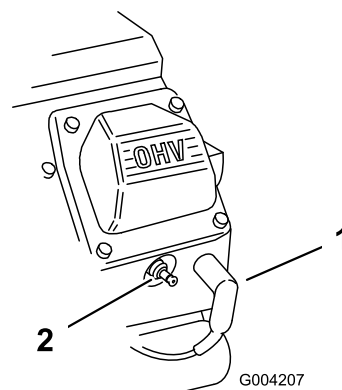

Figura 32
3. Desconecte los cables de las bujías (Figura 32).
3. Conecte los cables a las bujías (Figura 32).